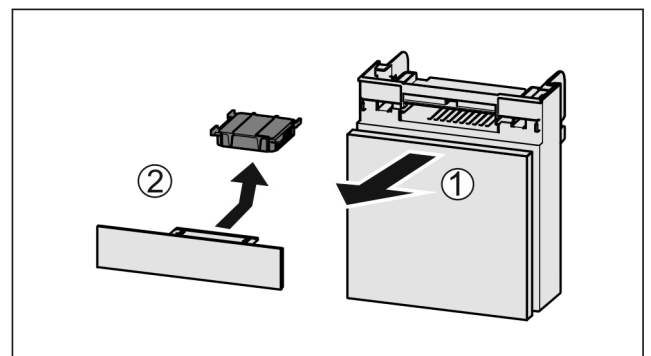

Fig. 50
- Extraire le compartiment par l'avant Fig. 50 (1).
- Sortir le filtre à charbon actif Fig. 50 (2).